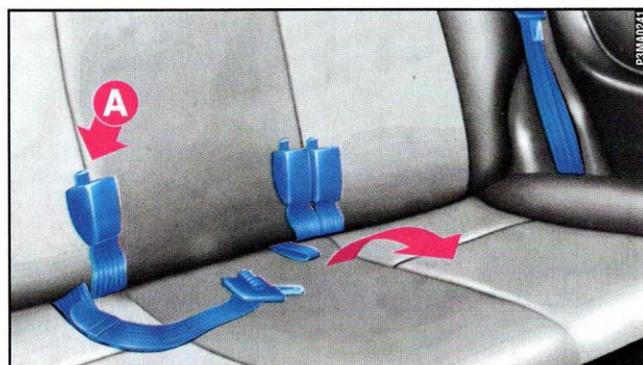

fig. 65
1) Tirare, nel senso della direzione di marcia, la maniglia posta al centro del cuscino del sedile posteriore e ribaltarla in avanti nel senso della freccia **fig. 65**. Se il sedile posteriore è sdoppiato, c'è una maniglia su ogni cuscino.
3) Agganciare le fibbie alle linguette **A-fig. 65** poste sullo schienale.